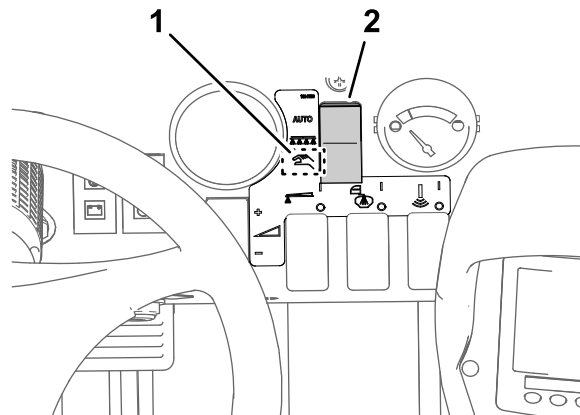

Figure 32
2. Placez le sélecteur de mode du pulvérisateur en position Mode manuel (Figure 32).